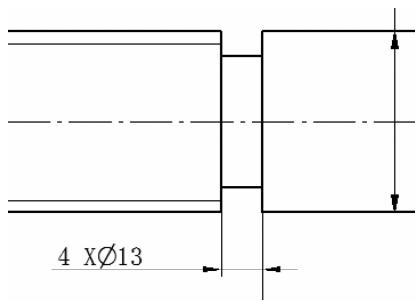

图 9-146 标注特殊直径尺寸
(11) 标注长度为 4、直径为 13 的中间夹轴的尺寸。单击【主页】选项卡【尺寸】区域中的  【智能尺寸】按钮，再依次单击左边和右边，单击  【选择-启用前缀】按钮和  【选择-前缀】按钮，在【尺寸前缀】中的【后缀】中添加 $X\Phi 13$ ，单击【确定】按钮，如图 9-146 所示。